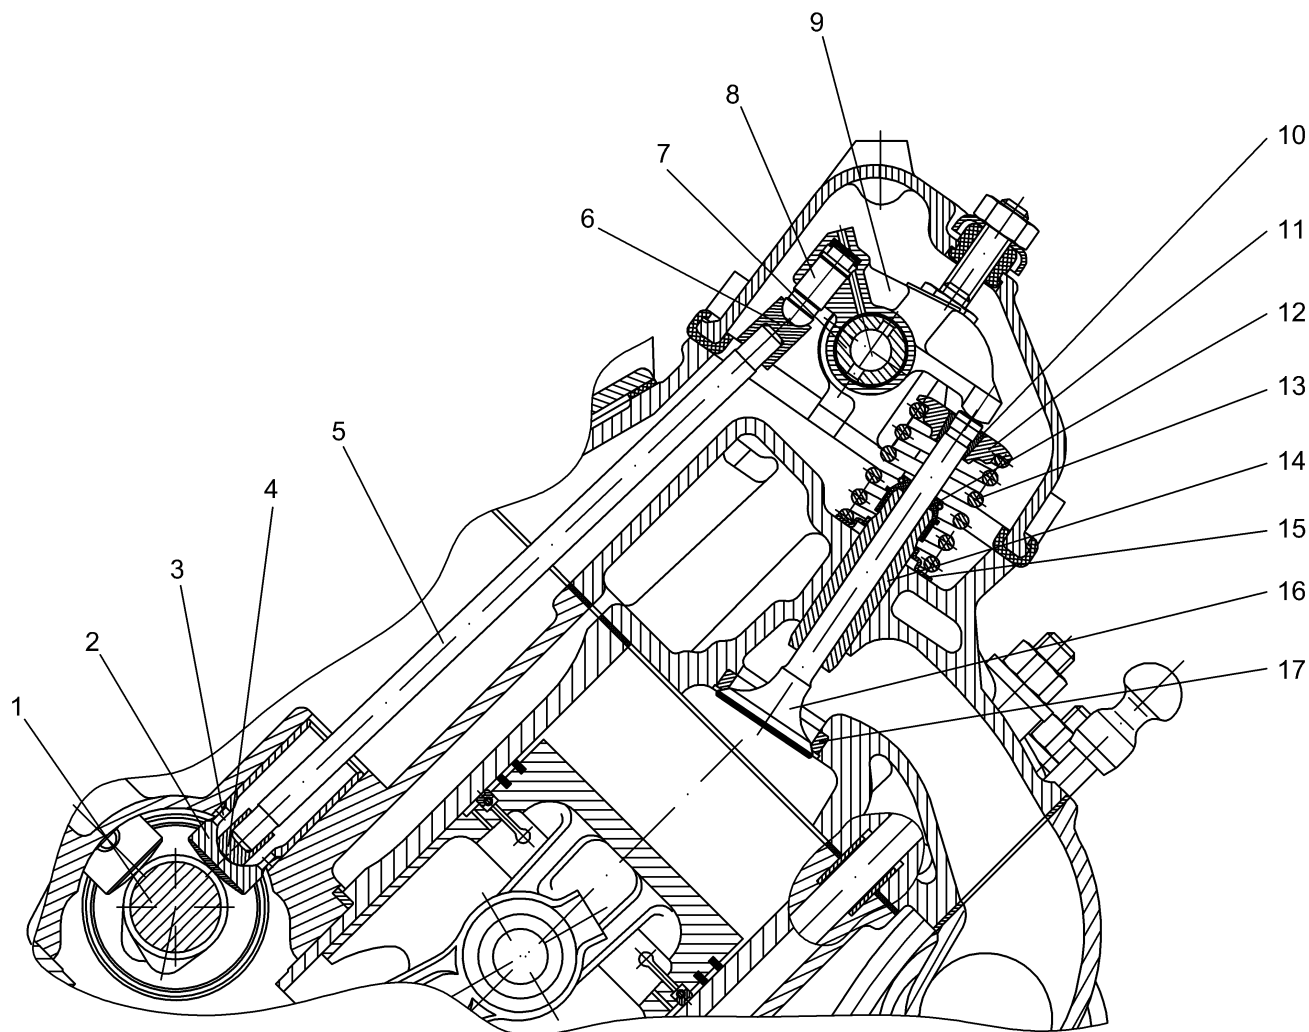

Рис.16. Привод клапанов:
Механизм газораспределения – верхнеклапанный с нижним расположением распределительного вала в блоке цилиндров и приводом клапанов (рис.16) через толкатели 2, штанги 5, гидрокомпенсаторы 8 и коромысла 9. Количество клапанов на цилиндр – два.
**Толкатели 2** (рис.16) - плунжерного типа. Внутри толкатель имеет сферическое углубление для нижнего наконечника штанги. На цилиндрической поверхности толкателя у нижнего торца имеются два отверстия для слива излишков масла из внутренней полости толкателя.